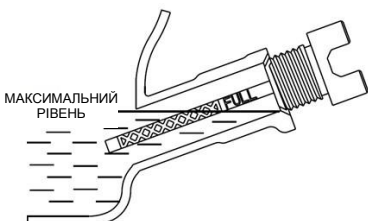

Рисунок 4-2. Безпечний робочий діапазон
4. Щоб перевірити рівень масла, вставте шуп у маслосазливну горловину, не закручуючи його. Див. Рисунок 4-2.
- Щоб перевірити рівень масла, зніміть ліжку та вставте шуп у маслозаливну горловину, не закручуючи його. Див. **Рисунок 4-2**.